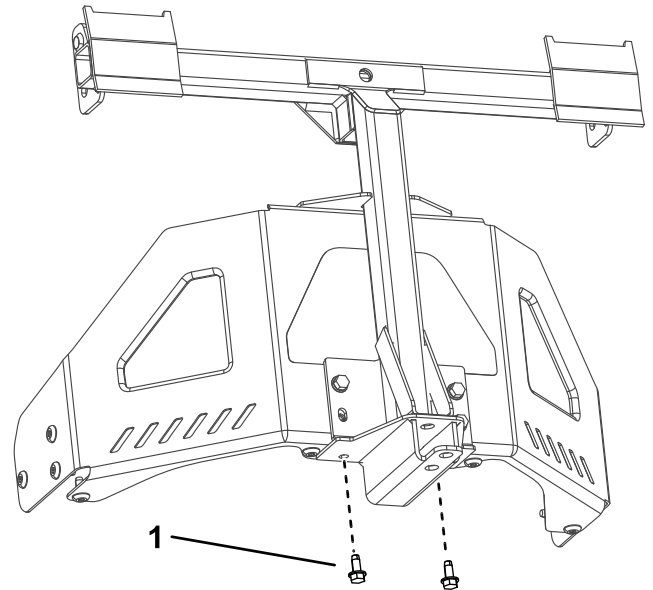

Figure 9
- Fixez le cadre pivotant au bas du cadre de la machine à l'aide de 2 vis autotaraudeuses (5/16" x 3/4"), comme montré à la Figure 9.